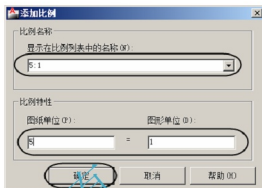
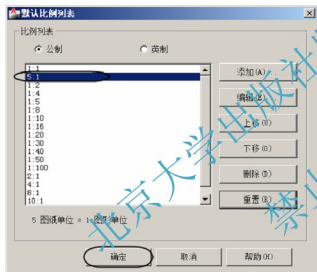
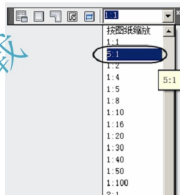

图 8-24 【添加比例】对话框
图 8-25 添加了新比例后的比例列表
图 8-26 添加了新比例后的视口列表
③ 单击【添加】按钮, 弹出如图 8-24 所示的【添加比例】对话框, 在【比例名称】选项下添加比例(如输入 5:1), 在【图纸单位】和【图形单位】分别填写与添加的比例对应的数值。单击【确定】按钮, 结果如图 8-25 所示, 新比例出现在列表中(还可以通过【上移】或【下移】按钮, 调整比例显示位置) 此时【视口】中的此比例列表, 如图 8-26 所示。